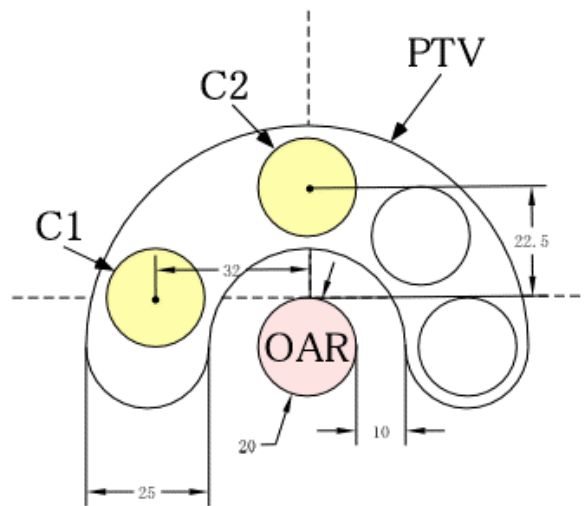

Figure 4 電離箱による測定位置は C1, C2, OAR の 3 点
4. Figure 4 に示してある測定位置の全問合計の線量を 0.6 cm^3 の電離箱線量計で実測し、その容積の平均値で比較しますので治療計画上も半径 0.3 cm 、長さ約 2.1 cm の円柱 (体積が 0.6 cm^3 になるように) を C1、C2 の中心に作成して治療計画を立案してください。上記計画線量条件における治療計画の線量の相違を計算値と実測値で比較します。